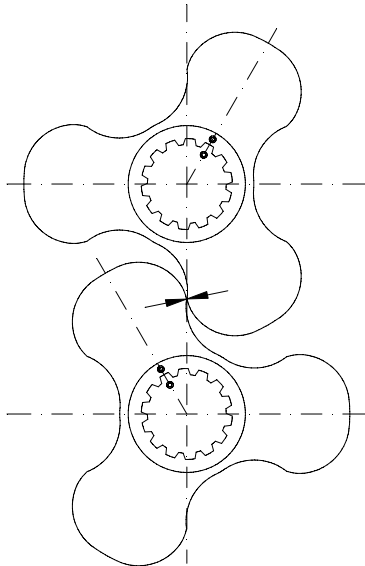
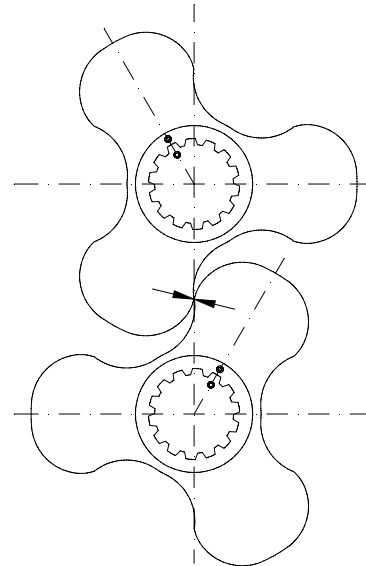

Figura 8.7
Figura 8.8
- Ahora girar los lóbulos hacia la posición indicada en la figura 8.7. Luego, girar un poco ambos lóbulos uno respecto al otro, hasta que la holgura (juego) sea la indicada en la tabla 8.3.
- Ahora girar el lóbulo superior unos 60° a la izquierda; ver la figura 8.8. Comprobar si la holgura en esta posición es igual a la posición de los lóbulos según la figura 8.7.